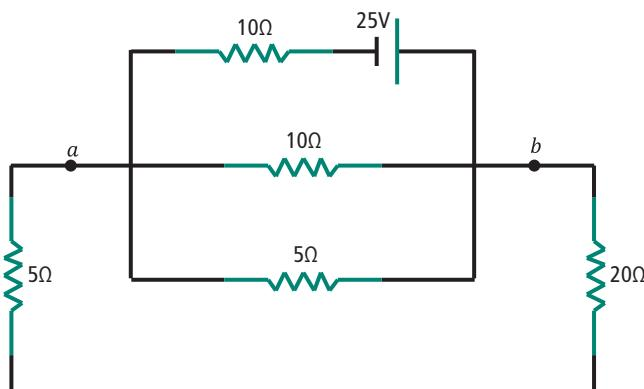

Figura 5.11: Rede de resistores em série e em paralelo
3. Considere o circuito da Figura 5.11. Ache o valor da corrente no resistor de 20Ω e a tensão entre os pontos a e b.